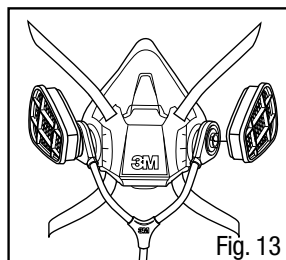

Fig. 13
3. Seleccione los cartuchos y/o filtros que cumplan con sus requerimientos de protección respiratoria, y anexe las conexiones exteriores tipo bayoneta de los tubos de respiración SA-1600 o SA-2600 (Fig. 13).